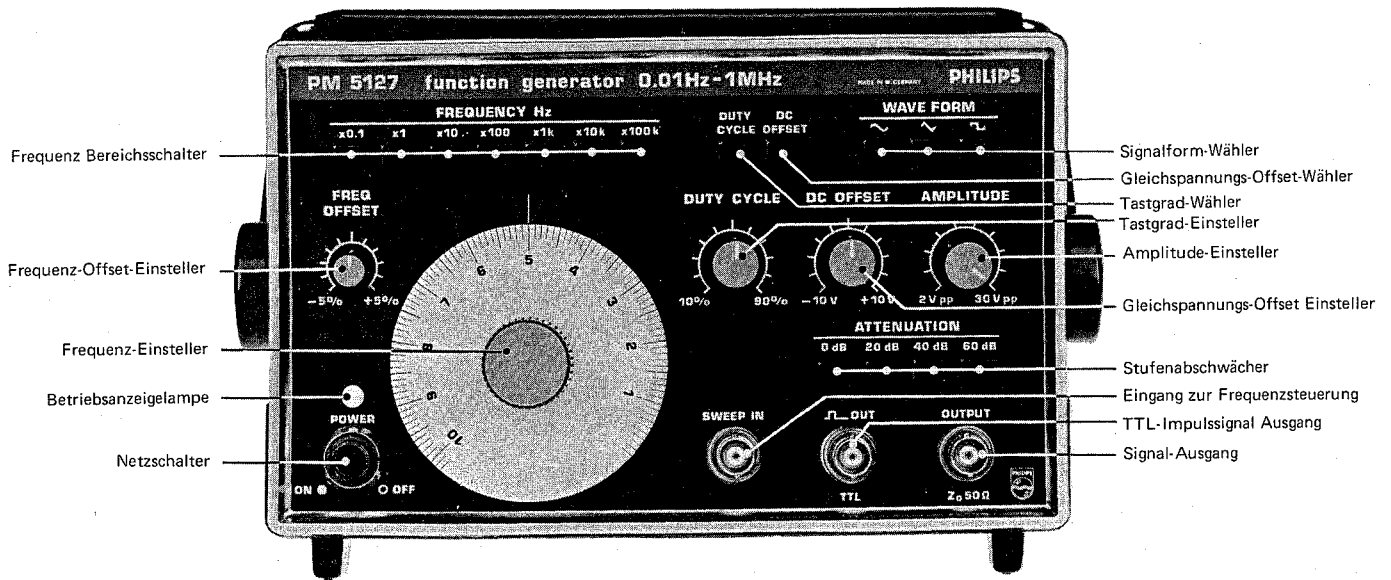

Fig. 3. Frontansicht, Bedienungselemente und Anschlüsse
2.1.5. Bedienungselemente und Anschlüsse (siehe Abb. 3)